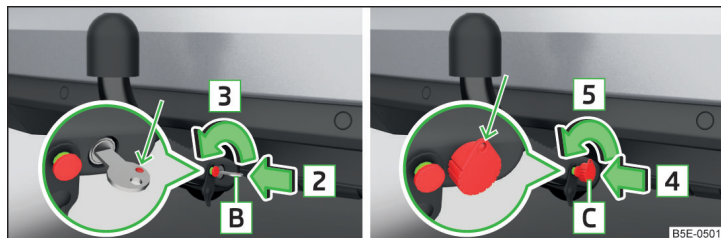

Fig. 296 Deblocarea încuietorii: varianta de cheie 1 / varianta de cheie 2
- » Rotiți cheia în sensul săgeții , în așa fel încât marcajul roșu al acesteia să indice înspre în sus » fig. 296.
- » Rotiți cheia în sensul săgeții , în așa fel încât urechea cheii să fie orientată spre în sus » fig. 296.